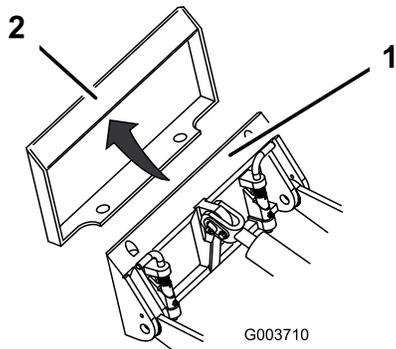

図 22
4. 取り付けプレートをアタッチメント受けプレートの上側にセットする（図 22）。